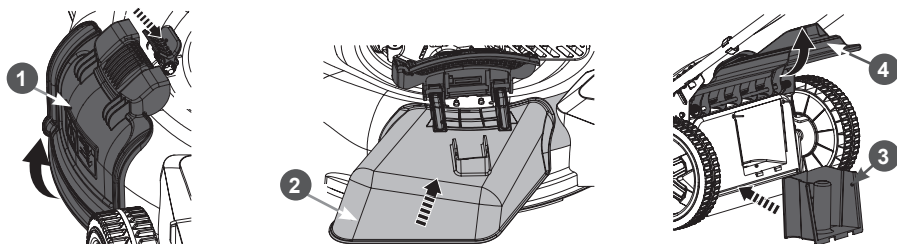

Рис. 10. Установка направляющей бокового выброса и заглушки для мульчирования
2. Для работы в режиме бокового выброса травы поднимите крышку бокового выброса и установите направляющую бокового выброса 2 (Рис. 10), установите заглушку для мульчирования 3, предварительно подняв заднюю крышку деки 4 (Рис. 10).
3. Для режима мульчирования необходимо установить заглушку для мульчирования 3 (Рис. 10), травосборник и направляющая бокового выброса должны быть сняты.